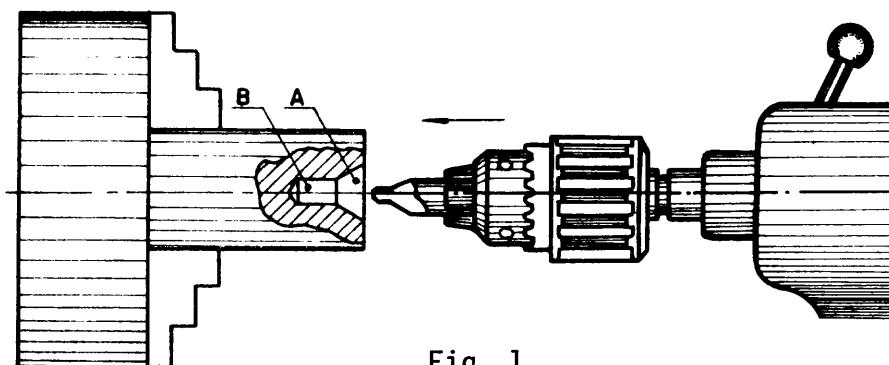

Fig. 1
Hacer agujero de centro es abrir un orificio de forma y dimensión determinadas, con una herramienta denominada broca de centrar (fig. 1).
- 2° Por un orificio cilíndrico B de pequeño diámetro (fig. 1) que evita el frotamiento del extremo del punto y a la vez hace de depósito de lubricante.